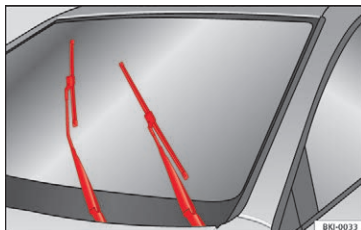

Fig. 88 Viskere i serviceposition
- Tilslut og afbryd tændingen, og tryk derefter (inden der er gået 9 sek.) viskerarmen nedad (kort viskerfunktion). Viskerbladene kører til serviceposition »» Fig. 88.